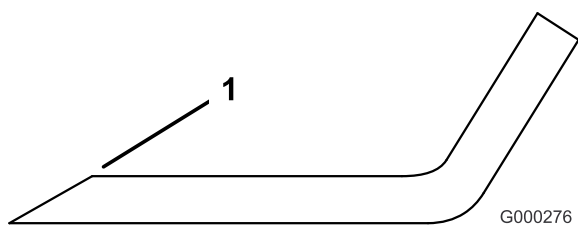

図 73
1. ブレードは、左右の刃先部分を研磨する(図 73)。刃先の角度を変えないように注意すること。左右を同じだけ削るようにすればバランスが狂わない。